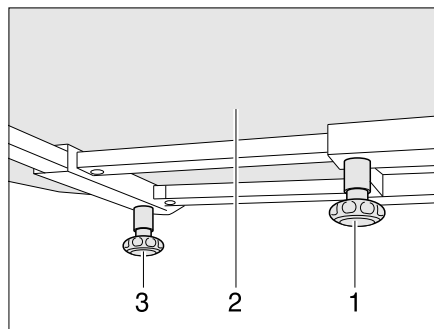

Bild 98 Fester Tisch
- Rändelschraube (Bild 98,1) lösen.
- Tischplatte (Bild 98,2) in die gewünschte Position verschieben.
- Rändelschraube (Bild 98,3) lösen.